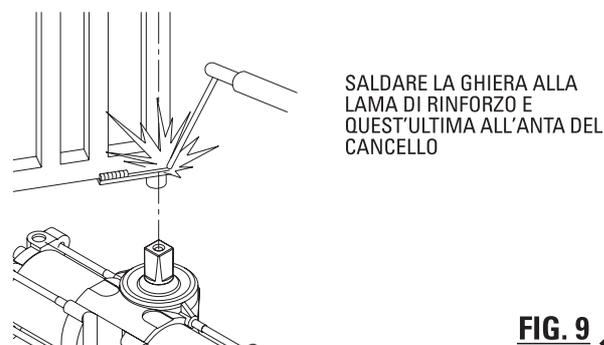

FIG. 9 ◀
- Saldare la **Ghiera con foro quadro** sull'anta, interponendo una **Lama di rinforzo**, in asse con la cerniera di rotazione superiore e rispettando le quote di installazione, ciò garantirebbe l'assialità dell'albero di rotazione del DRIVE 700 con la cerniera di guida superiore, e un regolare movimento dell'anta (Fig.9).